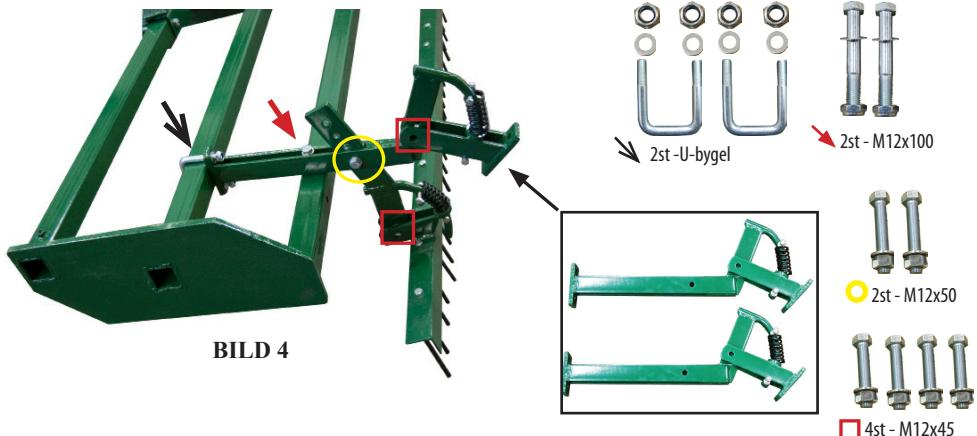

BILD 4
5.) Montera ihop bakre delen av ridbaneharven(bild4) samma procedur på andra sidan.